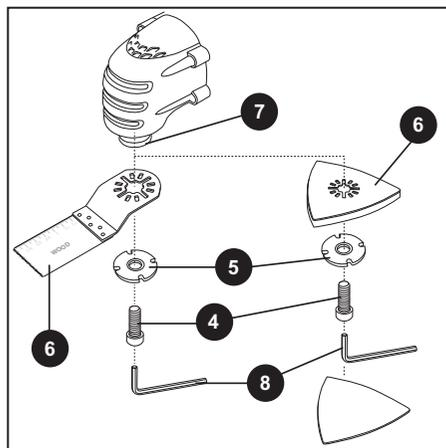

Fig. 2
1. Desserrez la vis de serrage (4) à l'aide de la clé Allen (8) fournie. Retirez la vis de serrage (4), la rondelle de lame (5) et l'auxiliaire (6) du support pour les accessoires (7).
2. Nettoyez le support pour les accessoires (7), l'auxiliaire (6) et la vis de serrage (4) à l'aide d'un chiffon propre.
3. Installez l'auxiliaire (6) sur le support pour les accessoires (7), en vous assurant que tous les ergots de l'auxiliaire (6) s'insèrent parfaitement dans le support (7).
4. Installez la rondelle de lame (5) et la vis de serrage (4). Serrez parfaitement la vis de serrage (4) à l'aide de la clé Allen (8) fournie (Fig.2).